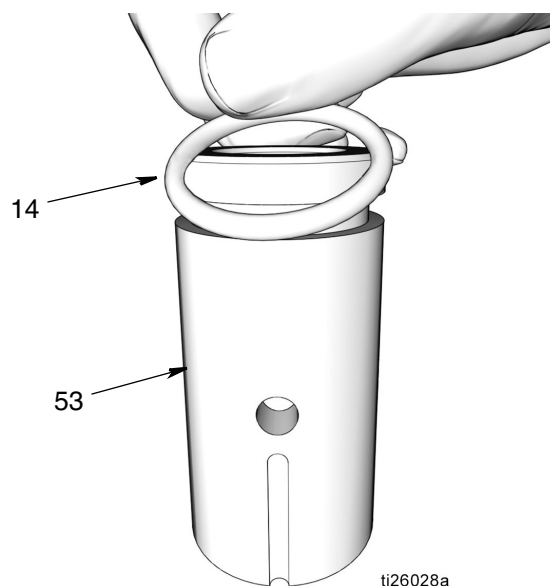

Рис. 43
- a. Используйте чистую салфетку для обтирания элемента соединительной муфты насоса (53) и удаления любой грязи или загрязняющих веществ. Осмотрите поверхность на отсутствие любых царапин или повреждения.
- b. Нанесите тонкий слой консистентной смазки на уплотнительное кольцо (14). Установите уплотнительное кольцо круглого сечения вокруг элемента соединительной муфты насоса (d) (Рис. 43).